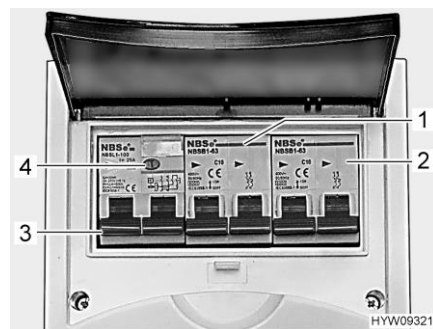

Bild 165 Leitungsschutzschalter und FI-Schalter (230-V-Sicherungskasten)
Ein Fehlerstrom-Schutzschalter (FI-Schalter) (Bild 165,3) im Sicherungskasten sichert das gesamte Fahrzeug gegen Fehlerstrom (30 mA) ab.
Der nachgeschaltete Leitungsschutzschalter (10 A) (Bild 165,1) sichert die 230-V-Steckdosen, den Elektroblock, das Zusatz-Ladegerät und den Kühlschrank ab.
Bei Fahrzeugen mit Sonderausstattung, z. B. Dachklimaanlage, sichert ein zusätzlicher Leitungsschutzschalter (16 A) (Bild 165,2) das Gerät ab.
- Wenn das Fahrzeug an die 230-V-Versorgung angeschlossen ist, die Prüftaste (Bild 165,4) drücken. Der Fehlerstromschutzschalter (FI) muss auslösen.